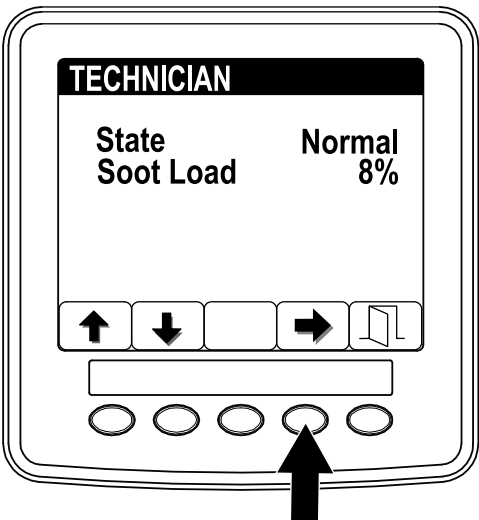

Рисунок 39
- Используйте рабочую таблицу по фильтру DPF, чтобы понять текущее состояние работы DPF (Рисунок 39).